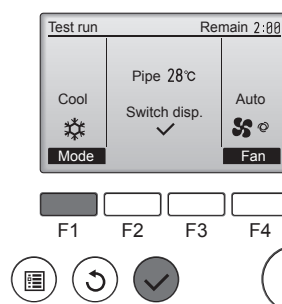

Fig. 8-3
- 1 Prima o botão [F1] para alterar o modo de funcionamento. (Fig. 8-3)